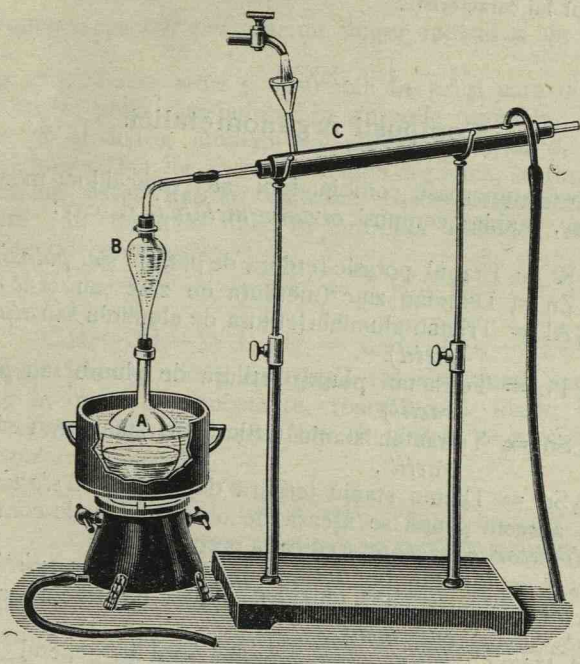

Fig. 222. Prepararea etanului monoiodat.
3. **Etanul moniodat** sau **Iodura de etil**,  $\text{C}_2\text{H}_5\text{I}$ , se prepară încălzind alcoolul etilic cu acidul iodhidric, sau mai bine cu iod și fosfor roșu într'un balon de sticlă A, fig. 222. Pentru ca alcoolul și etanul moniodat să nu se piarză, se termină balonul printr'un vas lungăreț B și printr'un răcitor C. Astfel vaporii lor sunt răciți și se întorc, sub formă lichidă, în balonul A.